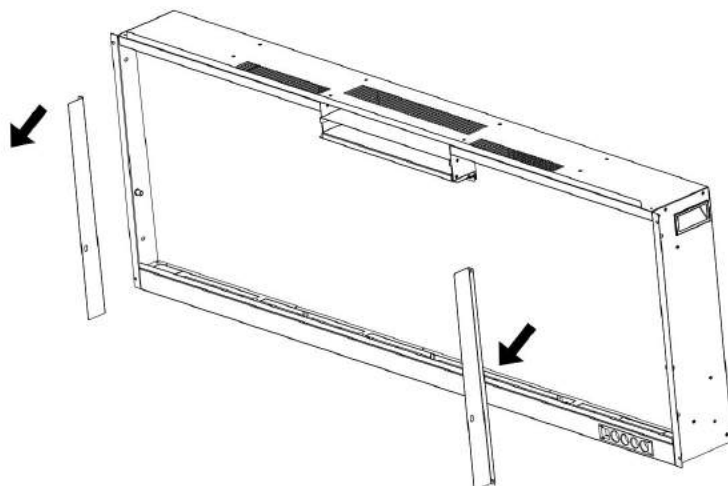

Fig. 2-2
B. Verwijder de twee beugels en leg ze opzij.(Afb. 2-2)